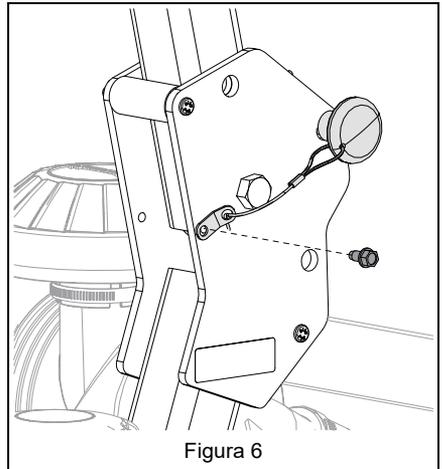

Figura 6
10. Fijar la guita a la ROPS con los tornillos autotaladrantes que vienen en el paquete de manuales. Consulte Figura 6.